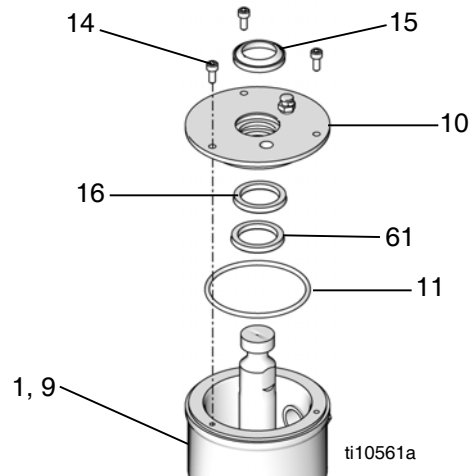

FIG. 31
26. Installez un nouveau joint torique (11), un racleur de coupelle (15), un joint (16) et un anneau de retenue (61) dans le capot de la coupelle (10). Voir FIG. 31.
**REMARQUE :** La bague à ressort (61) sert uniquement pour les bas de pompe de 60 cc et de 100 cc.
27. Faites doucement glisser le capot de la coupelle (10) sur la tige de piston. Alignez les orifices du capot et de la coupelle. Insérez les vis (14). Utilisez un tournevis hexagonal pour serrer les vis. Voir FIG. 31.
**REMARQUE :** Faites attention lorsque vous faites glisser le capot de la coupelle (10) sur la tige de piston (1) pour éviter d'endommager les joints (15, 16).